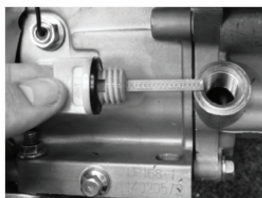

Рис. 17
2. Выкрутите пробку маслозаливной горловины (Рис. 17)